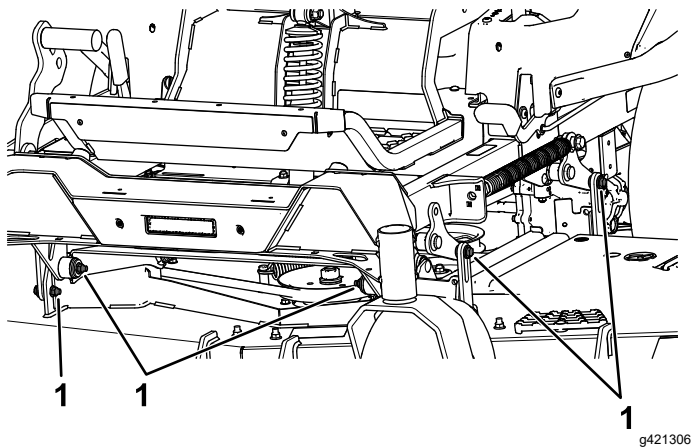

Figura 86
7. Îndepărtați și păstrați uruburile și piulițele de pe ambele laturi ale mainii (Figura 86).